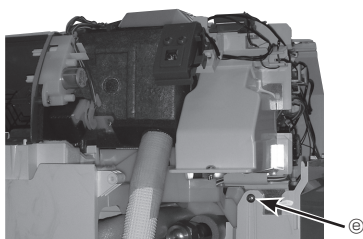

Fig. 6-7
- ⑨ Retirer la vis du boîtier électrique. (Fig. 6-7)